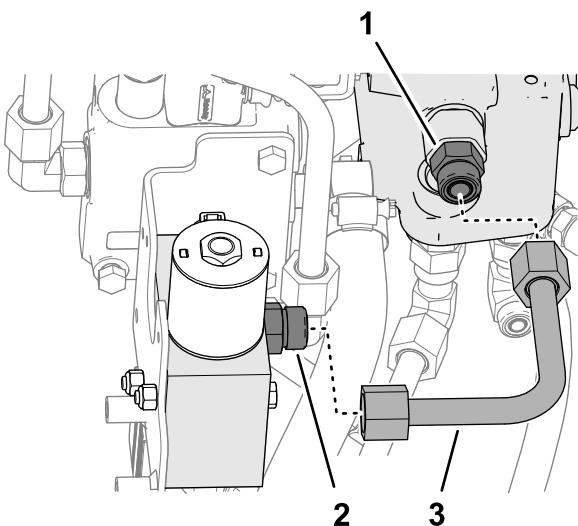

Figura 22
1. Monte el tubo en forma L en el acoplamiento recto en el puerto C de la válvula de bajo caudal y el acoplamiento recto en el puerto T-1 en la válvula del brazo de carga (**Figura 22**).